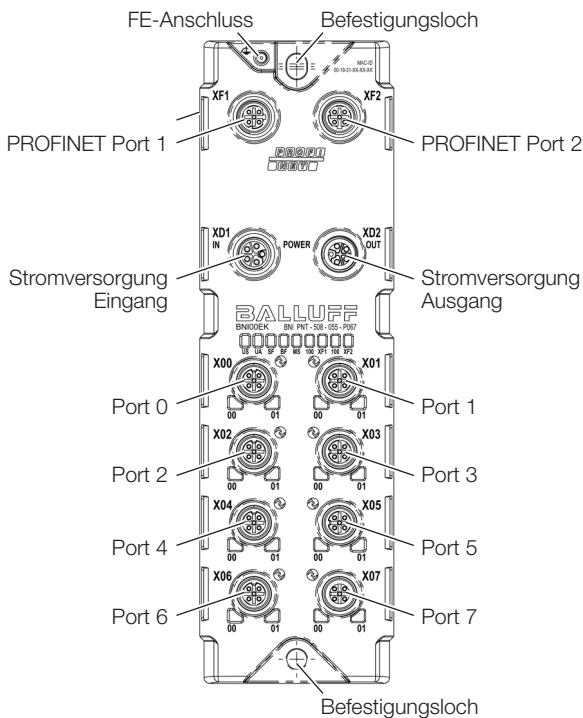

Bild 4-2: Geräteübersicht
- Das Modul mit 2 M6-Schrauben und einem maximalen Anzugsdrehmoment von 3 Nm unter Verwendung der Befestigungslöcher (siehe Bild 4-2 auf Seite 8) befestigen.